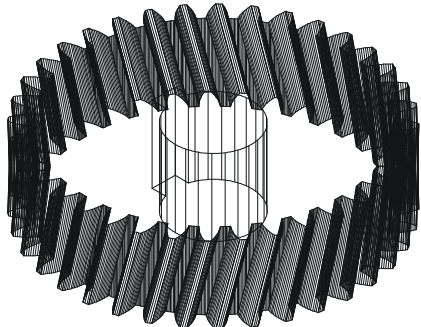

图 10-2-12
STEP 02 使用 SUBTRACT 命令对前面绘制的圆柱体和长方体进行布尔求差运算，然后使用 UNION 命令合并成一个整体，再删除细点画线，效果如图 10-2-12 所示。其具体操作如下：
// 按回车键结束选择实体 ,并结束命令 ,效果如图 10-2-12